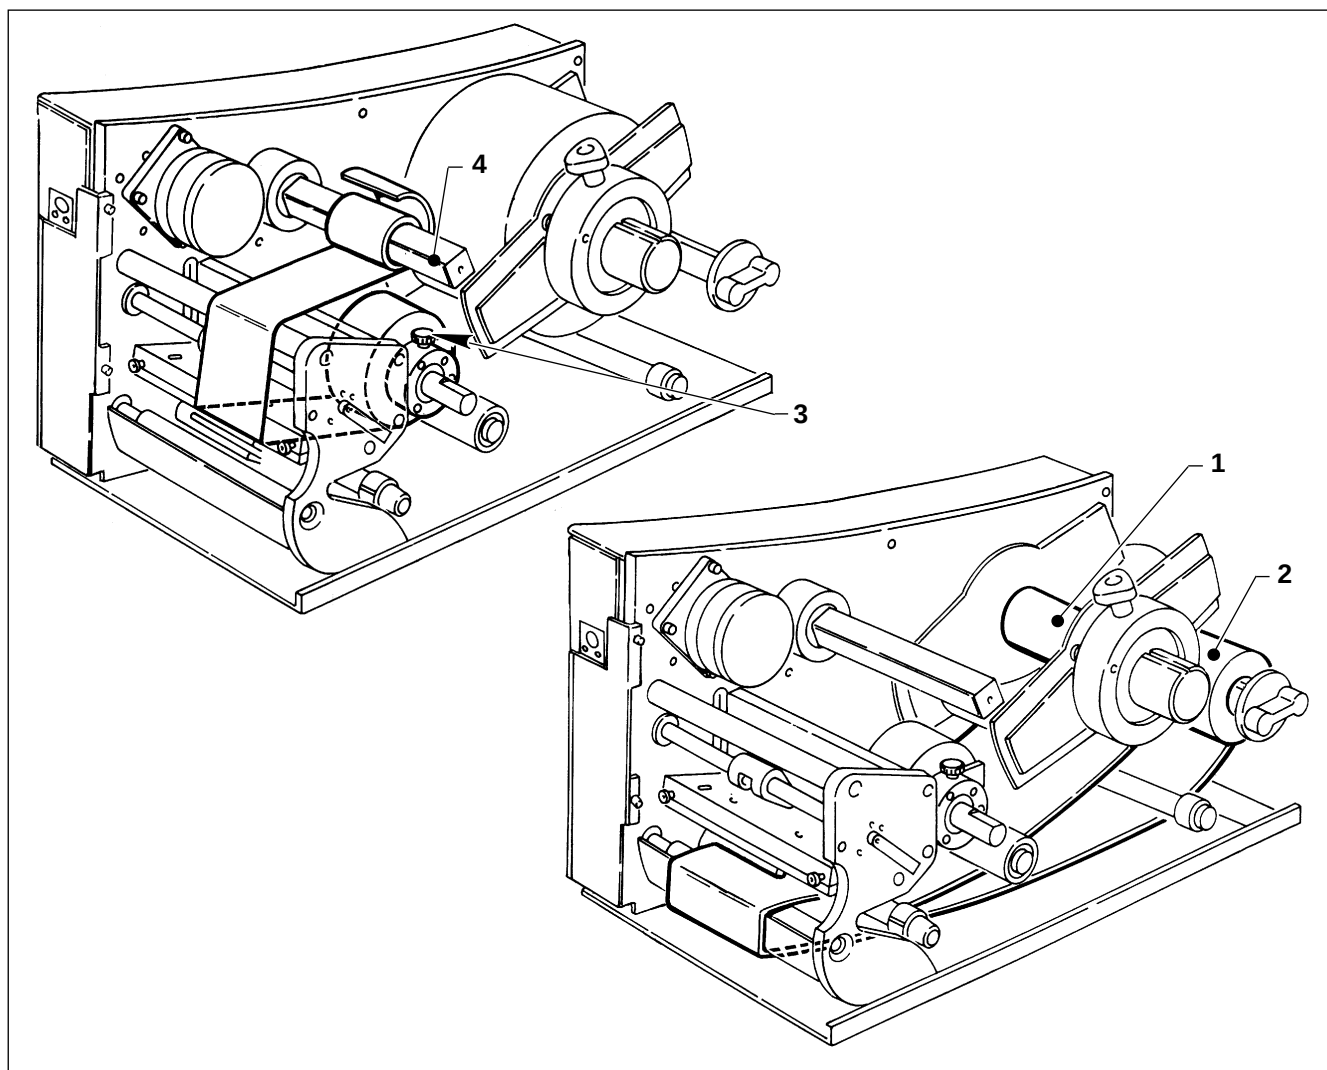
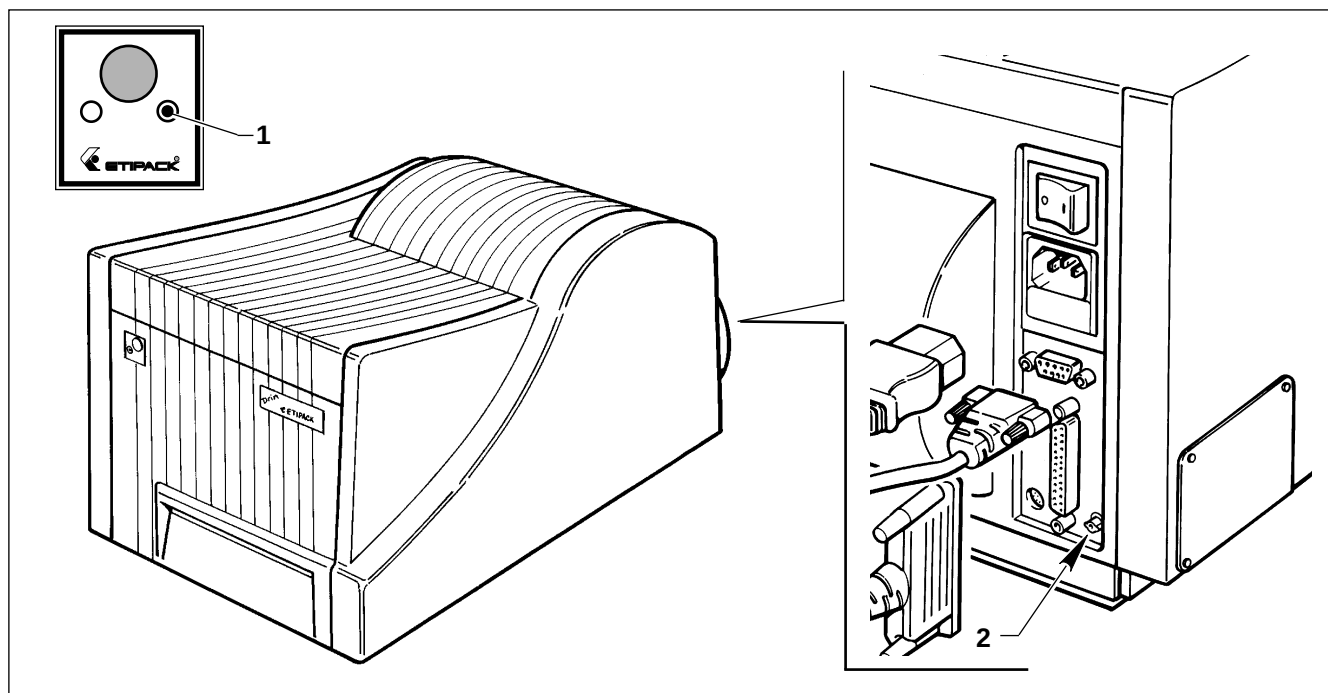

Fig. 10 SOSTITUZIONE BOBINA ETICHETTE/FOIL
Fig. 11 ALLARMI
3.1.a Sostituzione bobina etichette (Fig. 10)
- Aprire le protezioni come indicato nel paragrafo 2.1, togliere l'anima di cartone (1) del rotolo finito, togliere la carta siliconata dal rullo (2) di riavvolgimento quindi procedere all'infilaggio come indicato nel paragrafo 2.1.
3.1.a Label roll replacement (Fig. 10)
- Open the guards as described in section 2.1, remove the cardboard core (1) of the old label roll, remove the silicone paper from the rewinder (2) and proceed with the new label roll feeding as described in section 2.1.
3.1.b Sostituzione bobina foil (Fig. 10)
- Aprire le protezioni come indicato nel paragrafo 2.2, togliere l'anima di cartone (3) del rotolo finito e inserirla nel rullo di riavvolgimento (4) dopo aver tolto il foil esaurito; quindi procedere all'infilaggio come indicato nel paragrafo 2.2.
3.1.b Foil roll replacement (Fig. 10)
- Open the guards as described in section 2.2, remove the cardboard core (3) of the old Foil roll and fit it into the rewinder (4); then, proceed with Foil feeding as described in section 2.2.
3.1.c Allarmi (Fig. 11)
3.1.c Alarms (Fig. 11)